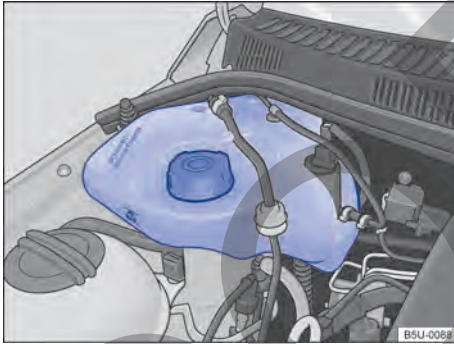

Fig. 178 En el compartimento del motor: depósito de gasolina para el sistema de arranque en frío.
El depósito de gasolina del sistema de arranque en frío se encuentra en el compartimento del motor, del lado derecho → fig. 178.
- Nunca sobrepasar la marca “MÁX” indicada en el depósito → fig. 178.